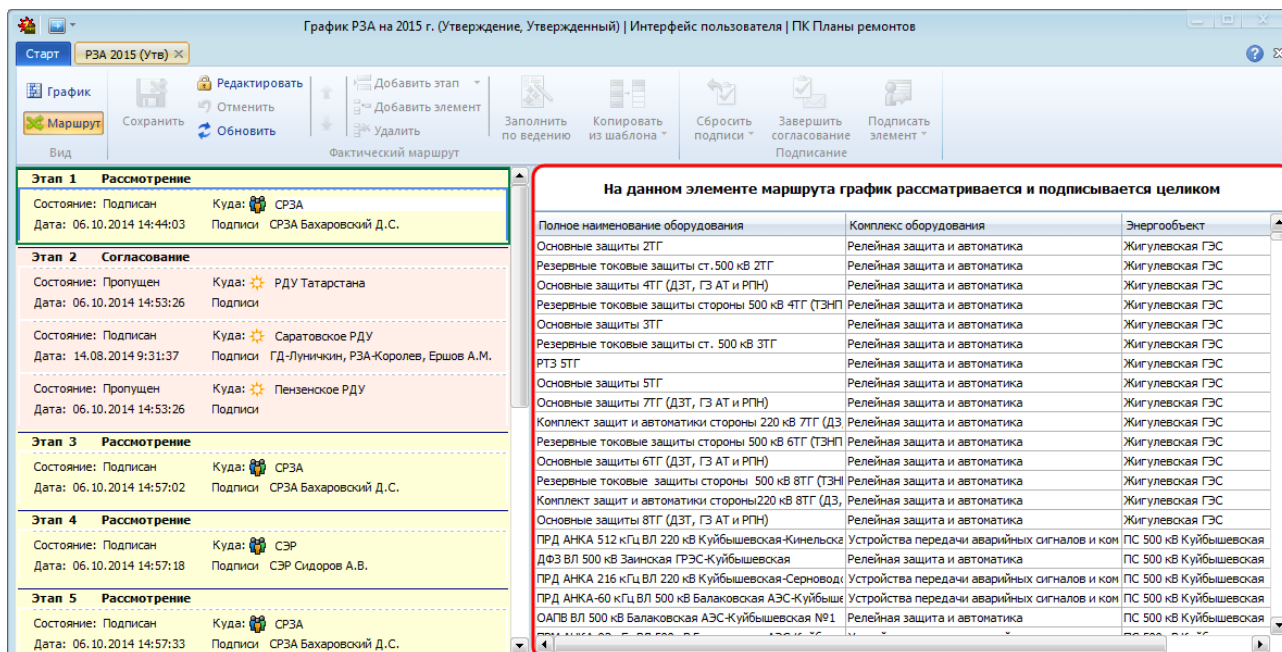

Рисунок 11.3 – Информация о заявках на элементе маршрута
Область фактического маршрута заявки содержит информацию о заявках, которые будут рассматриваться на выделенном элементе маршрута (Рисунок 11.3). Информация о заявке включает в себя полное наименование оборудования; комплекс оборудования; список энергообъектов, на которых будет производиться ремонт по заданному оборудованию.
- заявки по отображаемому оборудованию целиком рассматриваются на выбранном элементе маршрута (Рисунок 11.3). Данный вид области для внутренних этапов «Рассмотрение»;